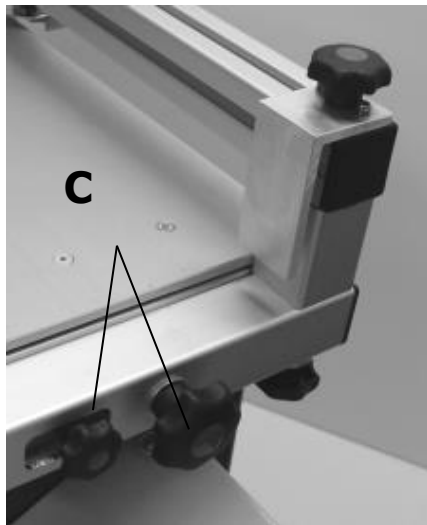

Bild 60
- Feststellschraube (C) beidseitig lösen (Bild 60)